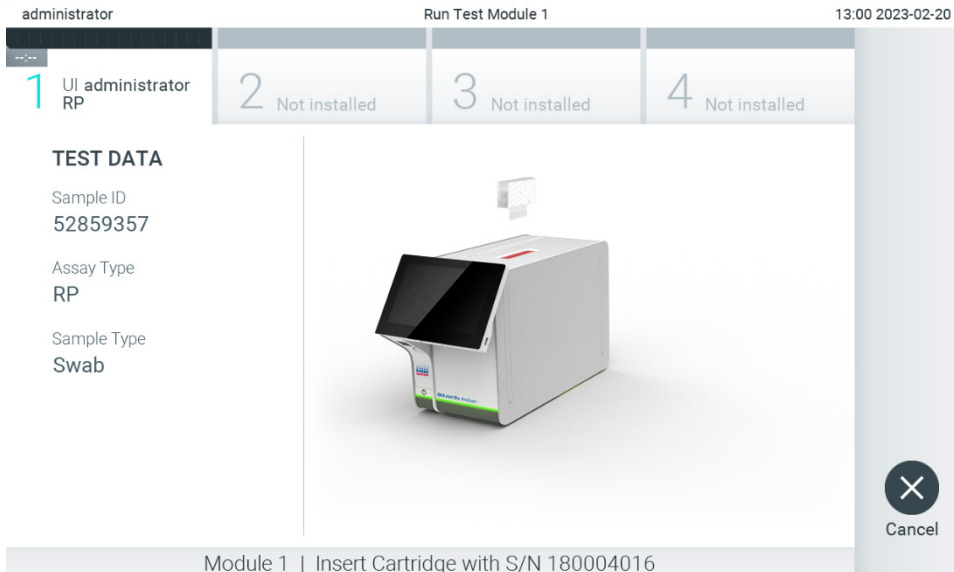

Abbildung 27. Einsetzen von QIAstat-Dx Assay-Kartuschen in den QIAstat-Dx Analyzer 2.0
7. Stellen Sie sicher, dass die Probedeckel der Tupferöffnung und der Hauptöffnung der QIAstat-Dx Assay-Kartusche beide fest verschlossen sind. Sobald sich die Kartuschenöffnung an der Oberseite des QIAstat-Dx Analyzer 2.0 automatisch öffnet, setzen Sie die QIAstat-Dx Assay-Kartusche mit dem Barcode nach links und den Reaktionskammern nach unten ein (Abbildung 27).